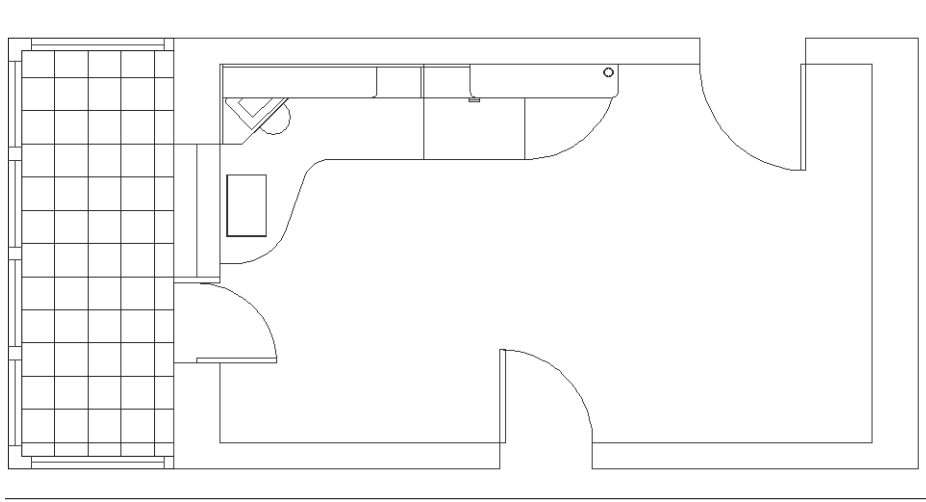

Рис. 9.14 ▼ Специальный узор штриховки, примененный к чертежу с новой точкой привязки
13. Не выходя из режима предварительного просмотра, щелкните *правой* кнопкой мыши для применения полученного специального узора. Полученная штриховка должна выглядеть так, как показано на рис. 9.14.